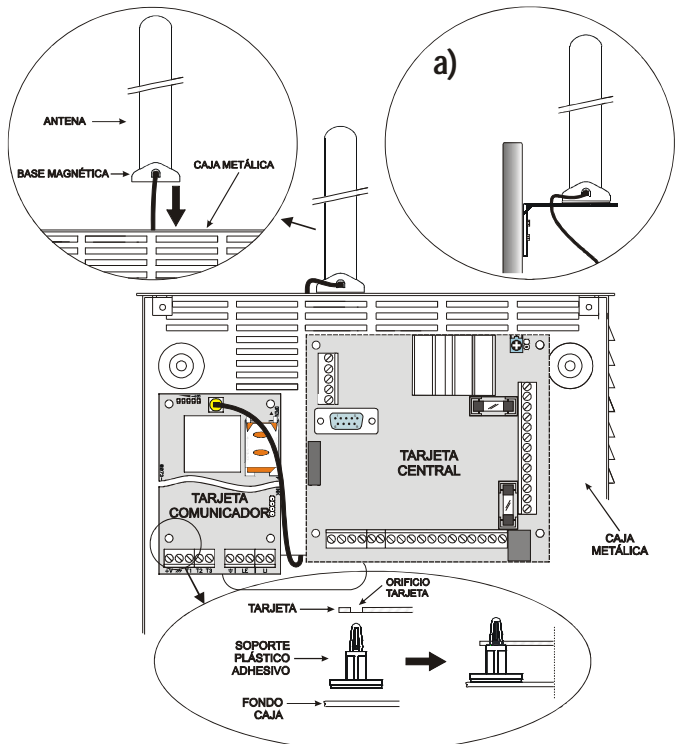

Fig. 2 - Montaje de la tarjeta en el interior de la central
- 4a. Colocar la antena [1] sobre la caja metálica (Fig.2) de modo que la base magnética [2] se adhiera a la superficie. Pasar el cordón de la antena por una abertura para el paso de los cables.